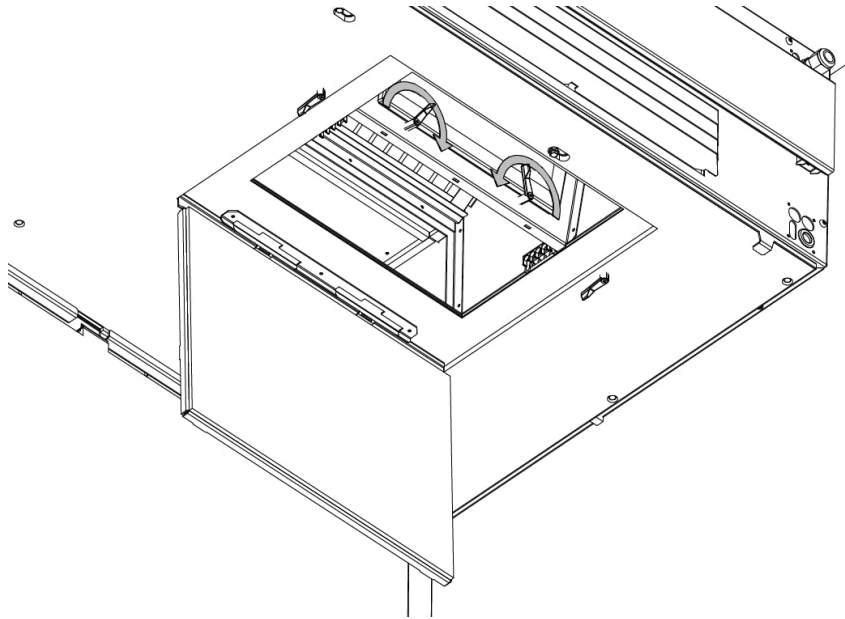

Abbildung 25: Öffnen der Scharniere, die den Grobfilter halten
3. Öffnen Sie die Scharniere, die den Grobfilter in Position halten, siehe Abbildung 25 unten.